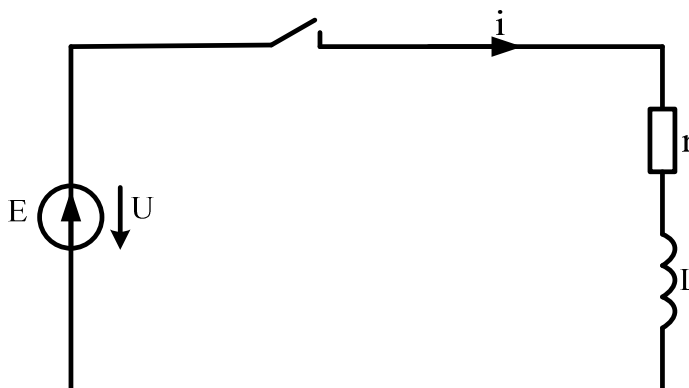

Рис. 7.1
Переходным неустановившимся процессом называется процесс, возникающий в электрической цепи при переходе от одного установившегося режима к другому в результате операций включения, выключения, переключений, внезапных изменений параметров цепей при аварийных ситуациях и т. п., т. е. в результате различных коммутаций. Переходные процессы в некоторых электрических цепях, устройствах связи, автоматики, импульсной и телевизионной техники являются рабочими процессами при нормальной эксплуатации этих устройств, а в отдельных случаях они сопровождаются нежелательными явлениями (на отдельных участках возникают повышенные напряжения или увеличение токов). Рассчитать электрическую цепь в переходном режиме означает найти зависимость токов, напряжений или других переменных от времени, прошедшего от момента коммутации до момента наблюдения этих величин. Расчет переходных процессов сводится к решению линейных дифференциальных уравнений с постоянными коэффициентами, полученных с помощью законов Кирхгофа. Так, цепь с r , L при подключении ее к источнику с напряжением U (рис. 7.1) описывается в переходном режиме уравнением:
7.5.5. Как изменятся графики зависимости от времени $i(t)$, $U_L(t)$ в цепи (рис. 7.1), если в ней последовательно с индуктивной катушкой добавить дополнительное сопротивление?